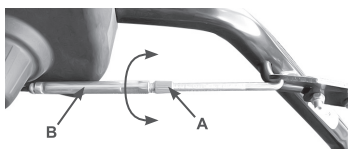

Рис.12
- Для регулировки троса привода хода необходимо ослабить контргайку (А) и вращая поводок (В) по часовой или против часовой стрелки установить необходимую длину троса. Затем затянуть контргайку (А) Рис.12.